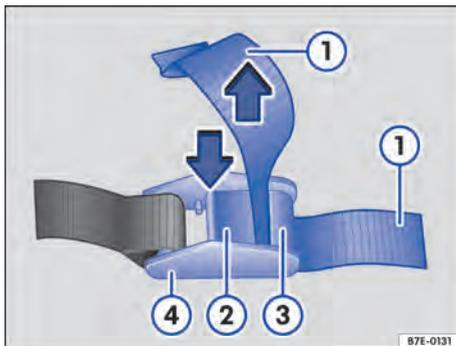

Fig. 123 Apertar o cinto de retenção.
1. Verificar antes de apertar: a alavanca → Fig. 123 (2) não deve ficar posicionada por cima da carga, de outras bordas ou objetos salientes.
2. Pressionar a alavanca → Fig. 123 (2) da peça de retenção (4) e manter pressionada.
3. Passar o cinto de retenção → Fig. 123 (1) de trás para a frente entre a alavanca (2) e a protuberância (3).
4. Apertar o cinto de retenção → Fig. 123 (1) e soltar a alavanca (2).